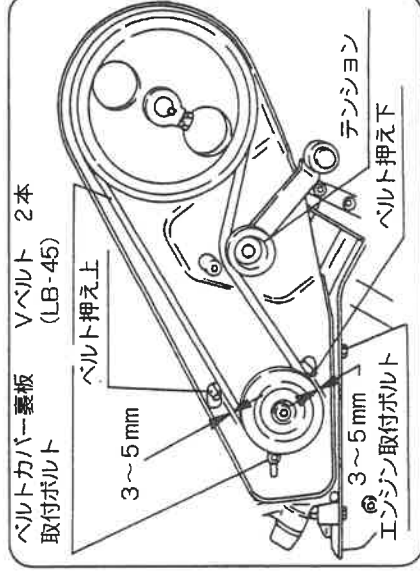

図27
- ① エンジンの取付ボルト (4本)、ベルトカバー裏板取付ボルト (1本) をゆるめてください。(図27)
- ② Vベルトの張りを調整しながらエンジン位置を後方に下げてください。
- ③ ベルト押え上下を調整してください。